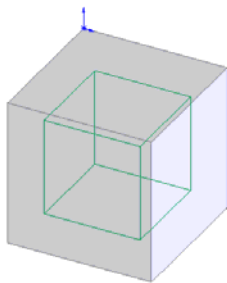

图 5-79 抽壳的图形
- ③ 设置属性管理器。在“厚度”一栏中输入值 10，不选择任何移除面，然后单击“抽壳”属性管理器中的“确定”图标按钮, 结果如图 5-79 所示。